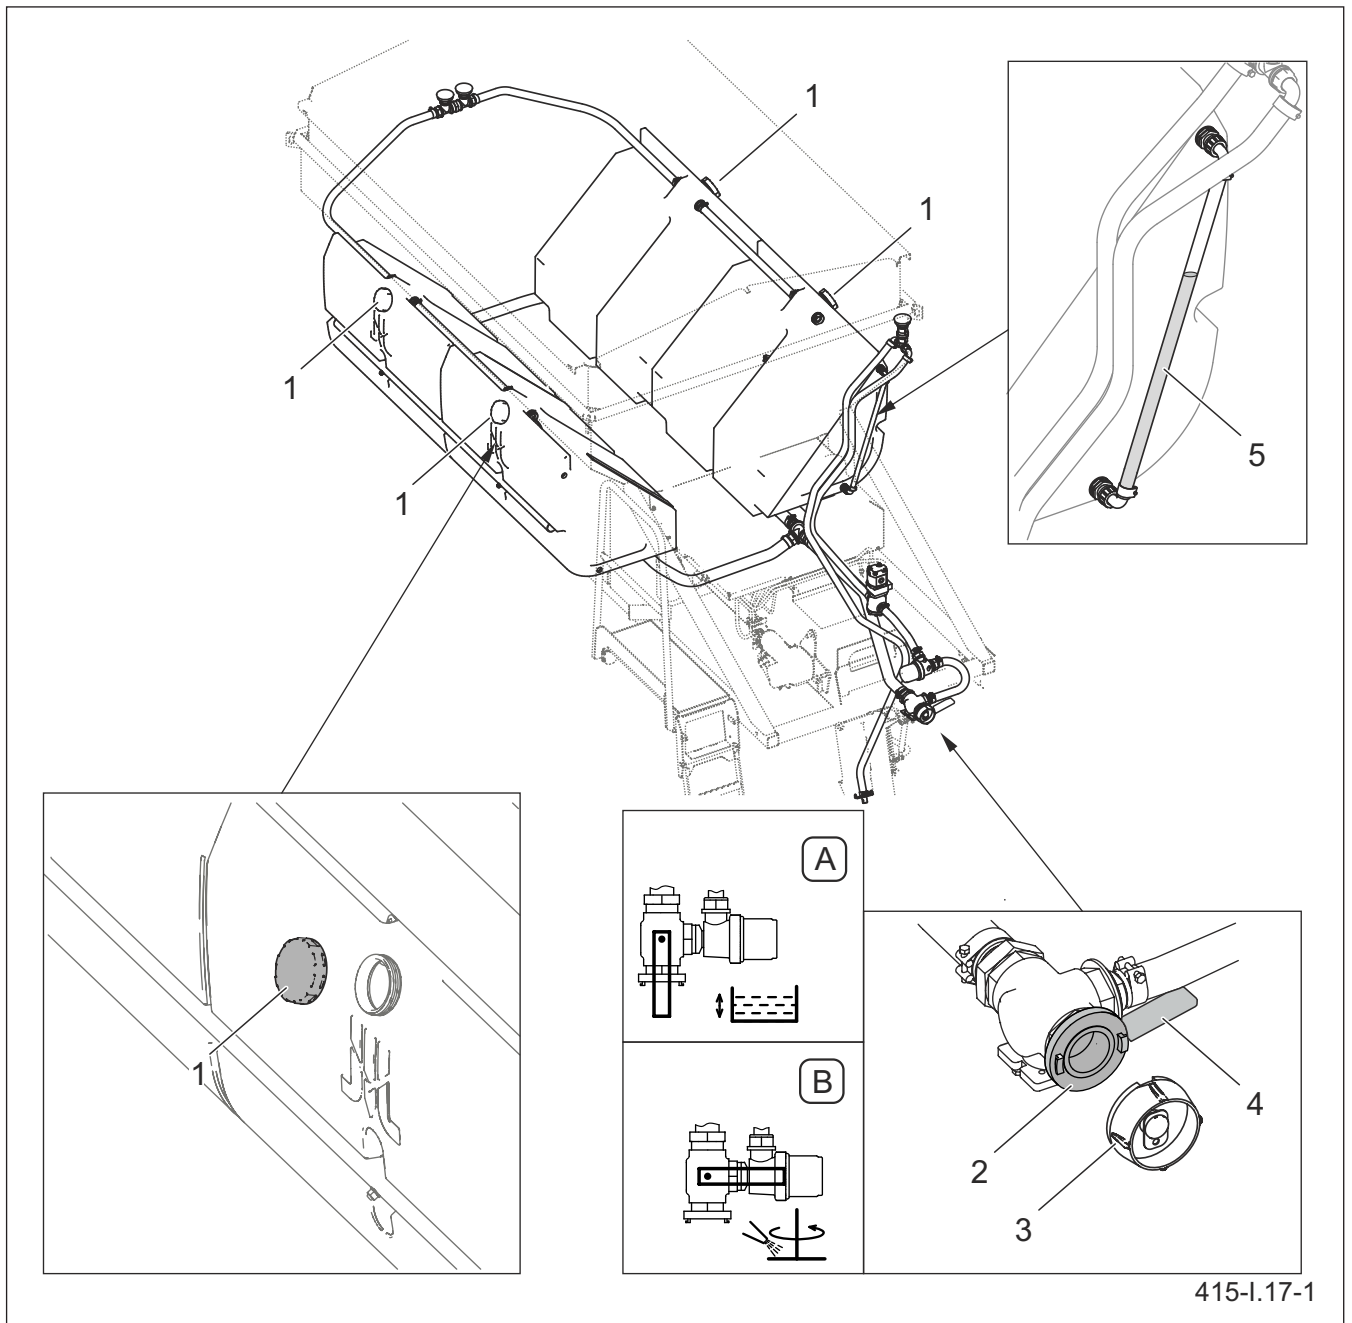

Рисунок 5.17 Наполнение емкостей соляным раствором
Наполнение емкостей соляным раствором (РИСУНОК 5.17) возможно через горловины в емкостях с заглушками (1) или через клапан (2)
С целью наполнения емкостей соляным раствором (РИСУНОК 5.17) через клапан (2) необходимо:
- установить рукоятку (4) клапана в положение (B),
- отвинтить заглушку (3) и подсоединить к клапану (2) наполняющий шланг,
- рукоятку (4) клапана установить в положение (A) и начать наполнение,
- для контролирования уровня раствора служит указатель (5), размещенный на емкости,
- по окончании наполнения рукоятку (4) нужно